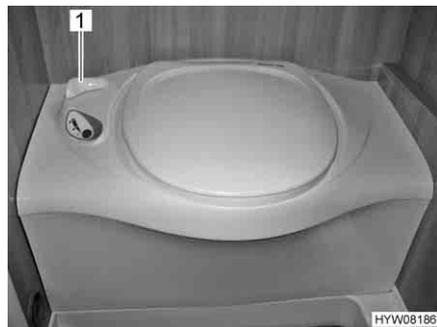

Fig. 170 Toilettes Thetford
- Avant d'actionner la chasse d'eau, ouvrir le curseur des toilettes Thetford. Tourner pour cela le levier du curseur (Fig. 170,1) dans le sens inverse des aiguilles d'une montre.
- Après avoir actionné la chasse d'eau, fermer le curseur. Tourner le levier du curseur (Fig. 170,1) dans le sens des aiguilles d'une montre.